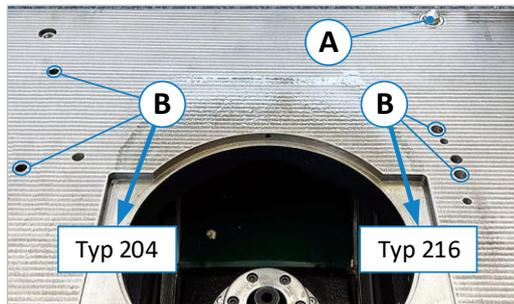

Abbildung 27: Arretierbolzen und Rastbohrungen
Das Aufsetzen und Ausrichten des Fräsanschlages auf dem Maschinentisch ist bei beiden Anschlagtypen (216 und optional 204) identisch. Die Lage der Zentrierstifte (Z) ist jedoch (von vorne gesehen) beim Standard-Anschlag Typ 216 rechts und beim optionalen Typ 204 auf der linken Seite des Anschlags (siehe ⇒ Abbildung 27).